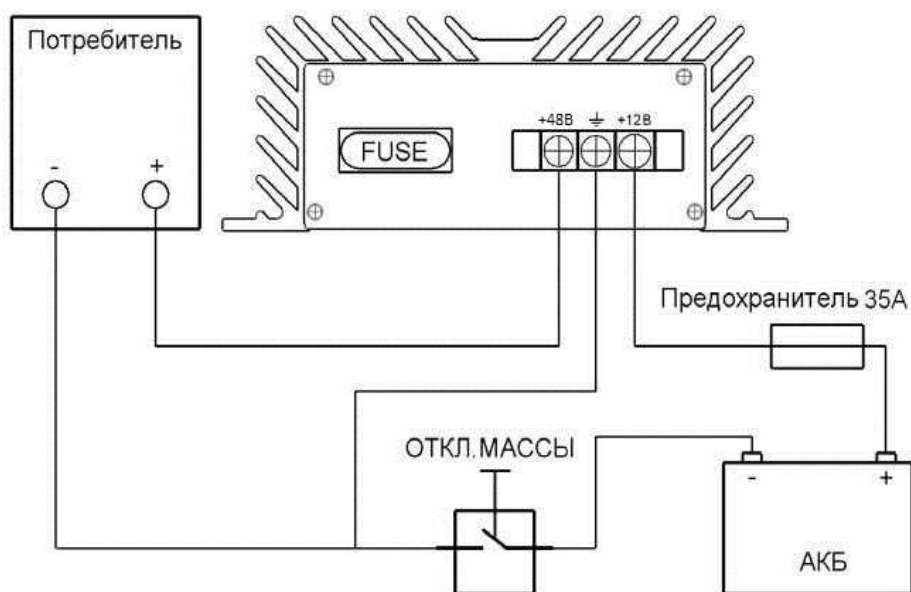

Рис. 1: Схема подключения устройства
4.3 Подключите клемму «+12В» преобразователя к бортовой сети автомобиля через дополнительно установленный предохранитель. Номинал дополнительного предохранителя — 35А; (См. рис. 1).